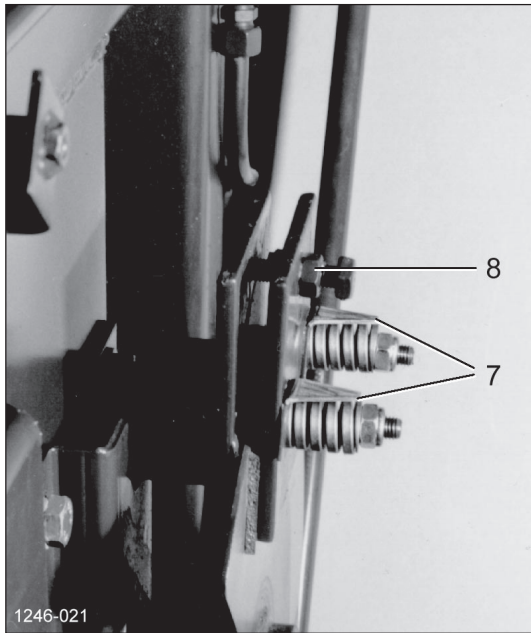

Рисунок 70
- ❑ Отрегулируйте тормоз иголок на обеих сторонах балансира с иглками. Нажимные пружины в напряженном состоянии должны касаться измерительных наконечников [7] (Рисунок 70).